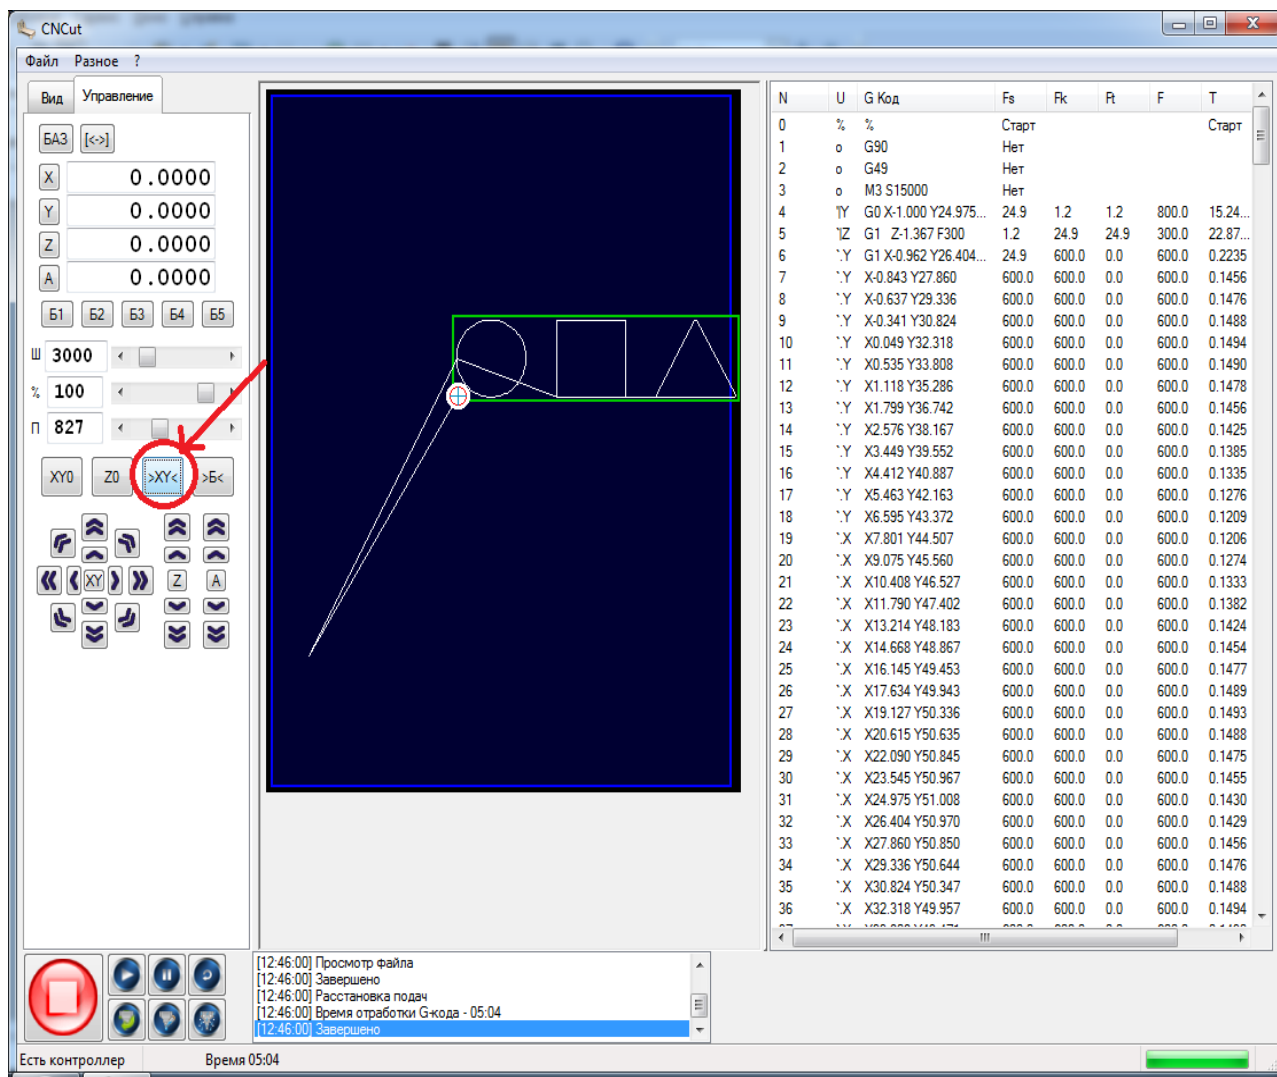

Рисунок 63. Станок готов к старту обработки
68. После установки 0 по Z нажмите кнопку «XY». Шпиндель переместится по оси «Z» максимально вверх и в точку 0: 0 по оси X и Y. В таком положении станок готов к старту обработки, рисунок 63